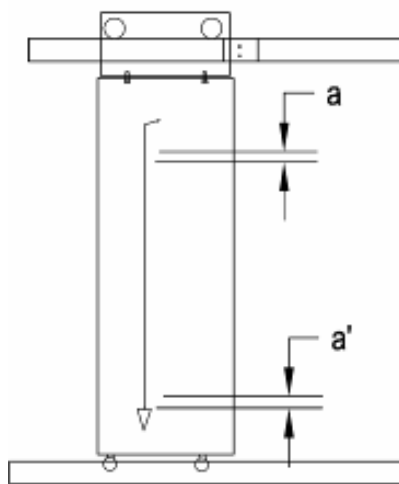

图 2-9 轿门装配主视图
1. 用线锤检查并调整门板的垂直度，使门板上下的差别在 1mm 以内。见图 2-9 轿门板装配主视图